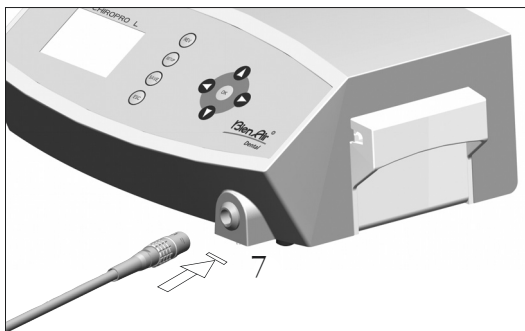

fig. 3
E. Connecter le câble micromoteur sur la sortie moteur, orienter la prise et la fiche à l'aide du détrompeur sur la prise fig. 3.